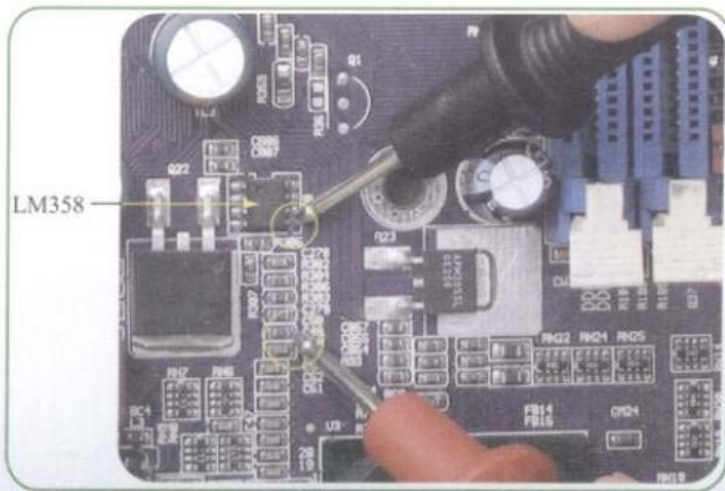

图8-65 测量电阻连接到LM358第5脚的线路
Step 04 测量分压电阻 $R_{303}$ 连接到运算放大器LM358的正相输入端（第5脚）的线路，如图8-65所示。